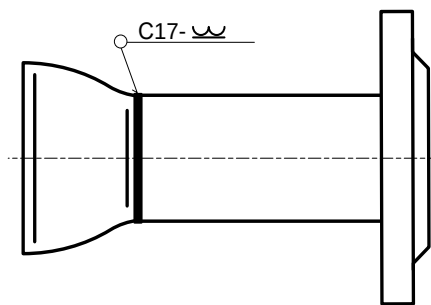

Рис.7.Прямолинейный отрезок трубы с концентрическим переходом.
3.3.2.4. Если монтаж выполняется в трубопровод с DN большим, чем DN ППР, к противоположным концам отрезков труб следует приварить концентрические переходы (рис.7).